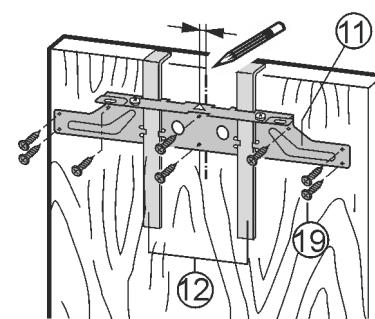

Fig. 30
- ▶ Befestigungstraverse Fig. 30 (11) mittig auf der Tür ausrichten.
- ▶ Keder links: Befestigungstraverse Fig. 30 (11) 6 mm (0.24 in) nach links verschieben.
- Keder rechts: Befestigungsplatte Fig. 30 (11) 6 mm (0.24 in) nach rechts verschieben.